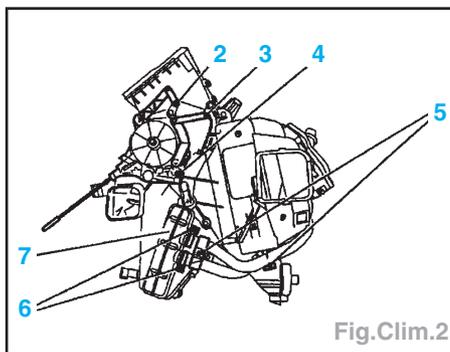

Fig.Clim.2
- Déposer (Fig.Clim.2).
- la vis (4) et sortir l'entraînement principal,
- les supports des tubes (5),
- les colliers de retenue (6) et les tubes,
- le radiateur (7).